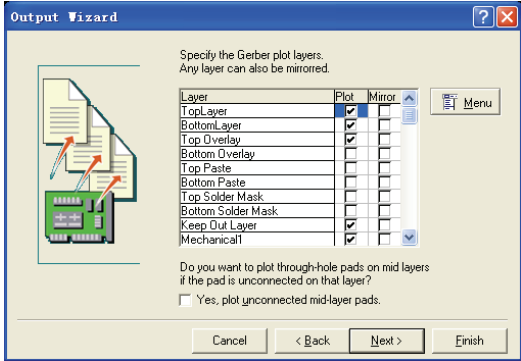

图 6-118 指定 Gerber 输出的图层
5) 系统将弹出如图 6-118 所示的指定 Gerber 输出的图层对话框，指定 Gerber 输出的图层。